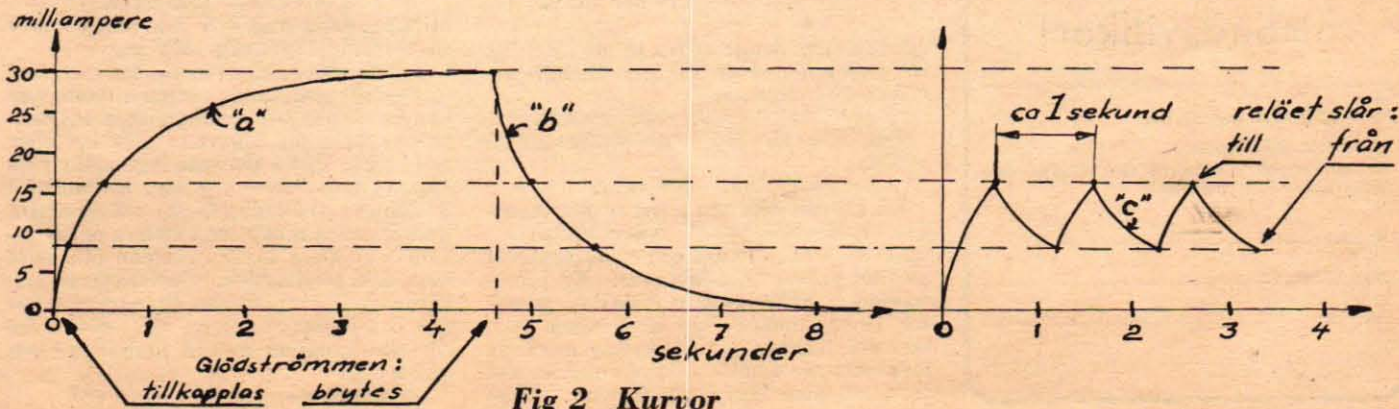

Fig 2 Kurvor
Vi återgår till kopplingsschemat och konstaterar att växelspänningen från lindningen (U) i likriktarröret förvandlas till likström. Denna blir visserligen ej jämn utan består av en impuls varje växelströmsperiod men "ojämnheter" glättas delvis ut av kondensatorn (C2), vilken här tjänstgör som "reservoar". Likströmmen går som pilarna visar. Den passerar reläets lindning, motståndet (R2) samt ledningen (U) och röret (L). Strömmens styrka beror dels av spänningen från (U), dels av summamotståndet i relälindningen, (R2) och (U) enligt ohms lag men dessutom av likriktarrörets "genomsläppningsförmåga". Denna sistnämnda faktor har i detta sammanhang stor betydelse. När katoden är kall blir strömstyrkan = 0. Kopplar man katoden-glödtråden till lindningen (G) så stiger katodens temperatur och likströmmen ökar. Kurvan (a) i fig. 2 visar ungefär hur ökningen försiggår. Efter några sekunder uppnås maximumvärdet, som i fig. är ca 30 mA (= milliampere). Brytes sedan glödströmmen så kallnar katoden och strömmen går ned mot noll. Detta försiggår enligt kurvan (b). Värdena i fig. är tagna från författarens apparat såsom exempel. Denna "värmeförmåga" utnyttjas i apparaten för att åstadkomma tidsmellanrummet mellan impulserna. Glödströmmen slutet och brytes av kontakten (K1) på reläet. Antag att reläet är så justerat att dess ankare slår till när strömstyrkan i lindningen är 16 mA och från när den nedgått till 8 mA. Som fig. visar brytes glödströmmen när ankaret slår till. I viloläget är alltså kontakten (K1) slutet.
När nätströmbrytaren slås till har vi omedelbart spänning på (U) resp. (G). Någon likström erhålles ej i första ögonblicket enär rörets katod är kall. Då emellertid reläets ankare hålles uppåt av fjädern, ligger detta an mot kontakten (K1). Glödströmskretsen är slutet och katoden uppvärms, vilket resulterar i en stigande likström i relälindningen. Vid värdet 16 mA slår nu reläet till. Härvid brytes glödströmmen, varför katodens temperatur sjunker och därmed även likströmmen. När den nedgått till 8 mA övervinnes den magnetiska dragkraften mellan reläets kärna och ankaret av fjäderkraften, varför ankaret återgår till viloläget. I detta ögonblick slutet åter glödströmskretsen och likströmmen börjar ånyo att stiga. Likströmmen blir på så sätt varierande med tiden enligt kurvan (c) i fig. 2, dvs. "instängd" mellan linjerna för 16 resp. 8 mA. Reläet gör alltså ett tillslag vid varje topp på kurvan, vilket här sker med ca 1 sekunds tidsmellanrum. Under det att strömmen stiger "silar" en svag likström även genom det relativt stora motståndet (R1) och laddar upp kondensatorn (C1). Denna tjänstgör som ett litet magasin för elektriciteten. Den uppladdade elektricitetsmängden rusar, när reläet slår till, via ankaret, kontakten (K2) och reostaten (M) genom induktionsspölsens primärlindning. Urladdningen sker på mycket kort tid med jämförelsevis hög strömstyrka, vilket har till följd att en kort spänningsstöt induceras i spölsens sekundärlindning, vars ena ände är jordförbunden med "jordpinnen" (se schemat) och vars andra ände kopplas till stängseltråden. Styrkan hos "stöten" regleras med reostaten (M), som i författarens apparat är en gammal glödströmsreostat från en batteriradio. Den har värdet 30 ohm.
lälindningens motstånd var 600 ohm; tillsammans alltså i den kretsen 6 600 (plus motståndet i (U) blir det ca 6 800 ohm). Med (R2) ställer man in "höjden" på kurva (a) i fig. 2, dvs. strömmens maxivärde vid obruten inkoppling av glödströmmen. Denna maximiström bör ligga på ca dubbla tillslagsströmmen för reläet (författaren har resp. 30 och 16 mA). (R1) förhindrar att likströmskretsen blir kortsluten över tändspolens primärlindning och (K2), samt reglerar den elektricitetsmängd, som för varje gång inladdas i (C1). Här kan man grovjustera stötarnas styrka. Mindre motstånd ger kraftigare impuls och tvärtom.